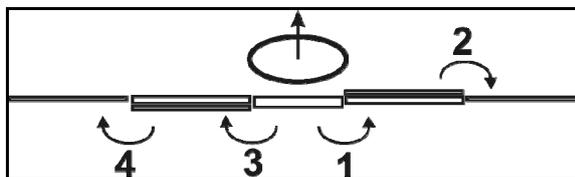

Fig. 74
Respeitar a ordem ao articular a armação para fora de acordo com Fig. 74. A articulação para dentro faz-se na ordem inversa!
2. Articular o braço de armação direito para fora (Fig. 74/1,2).
3. Articular o braço de armação esquerdo para fora (Fig. 74/3,4).